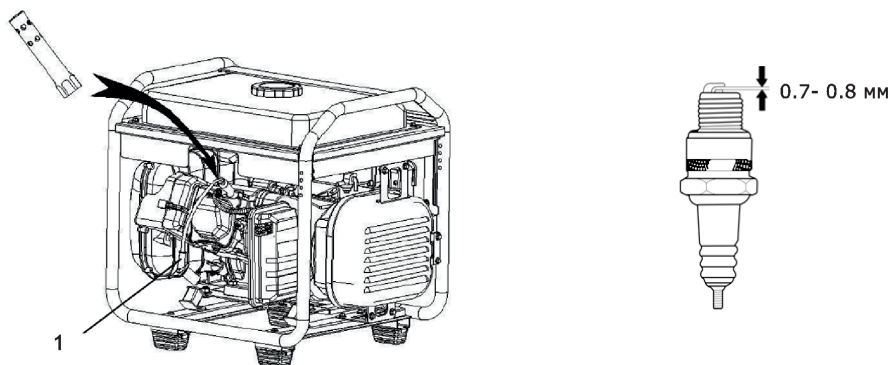

Рис. 21
1. Снимите со свечи колпачок высоковольтного провода (Рис. 21)